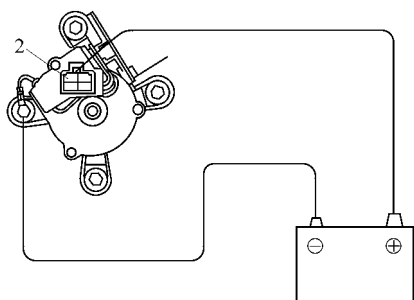

图 18-100 检查前电动机在低速下运转情况
1) 检查前电动机在低速下运转情况。如图 18-100 所示。将正极(+)导线从蓄电池连接到端子 2, 负极(-)导线连接到电动机壳体上, 检查电动机是否在低速下运转。